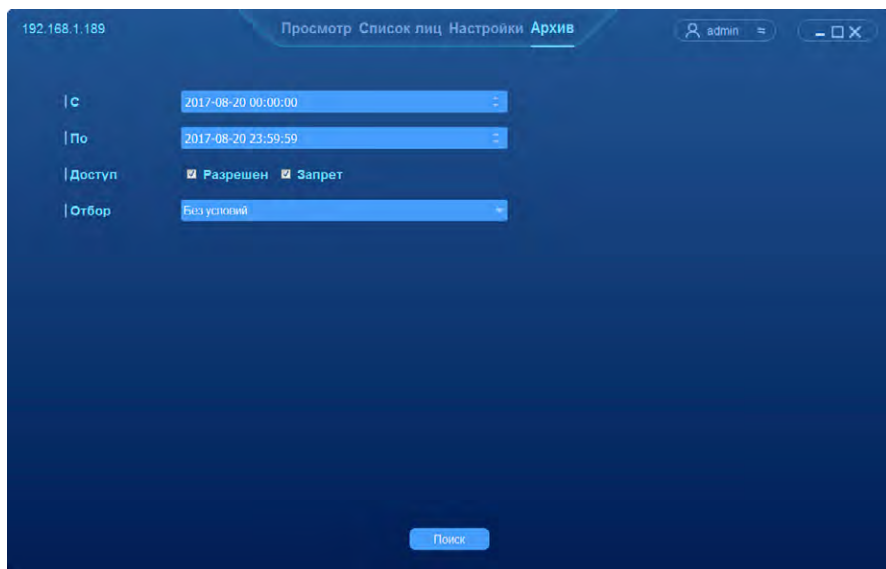

Рисунок 44 Интерфейс запроса доступа к записям
- откройте вкладку «Архив» (рисунок 44);